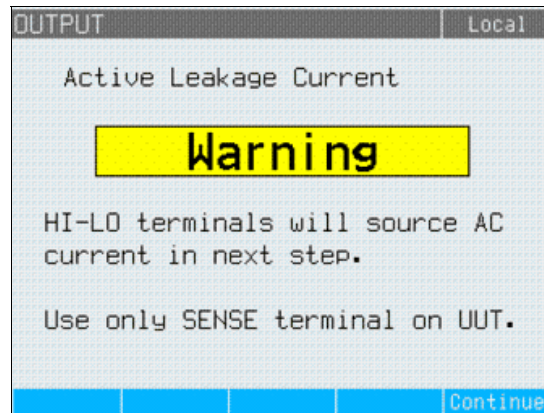

图4-14.有源泄漏电流警告信息
与无源、替代和差分泄漏电流模式不同，在有源电流模式中，校准器用作受测试装置 (UUT) 的电流源，而在无源、替代和差分泄漏电流模式中，校准器用作一个电阻组。电流源可以有最大电压 50 到 100 伏。因此，提醒用户，在校准过程中电压将出现在输出端子上，无论何时，当选择有源泄漏电流模式时，都会显示图4-14中所示的信息。
3. 使用光标键或旋钮，使 **Active** 选择项突出地显示出来，并按 **Select** 功能键或按入旋钮。图4-14中所示的警告信息将显示出来。